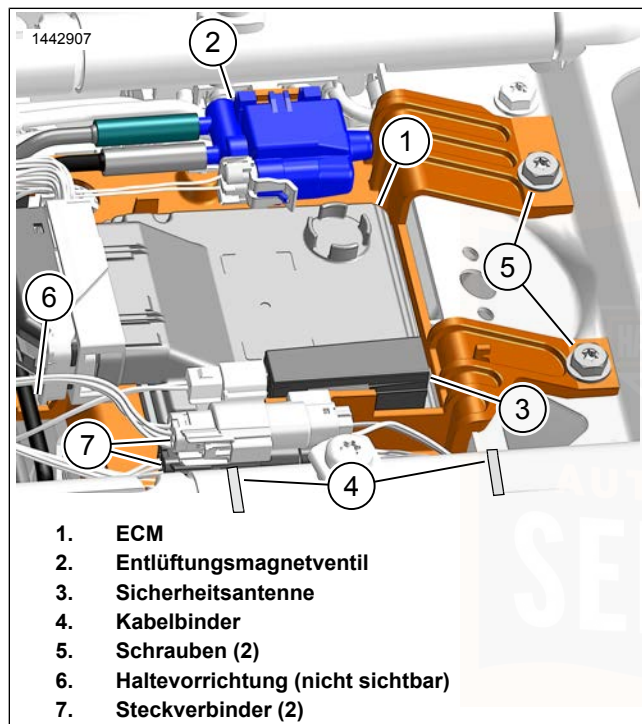
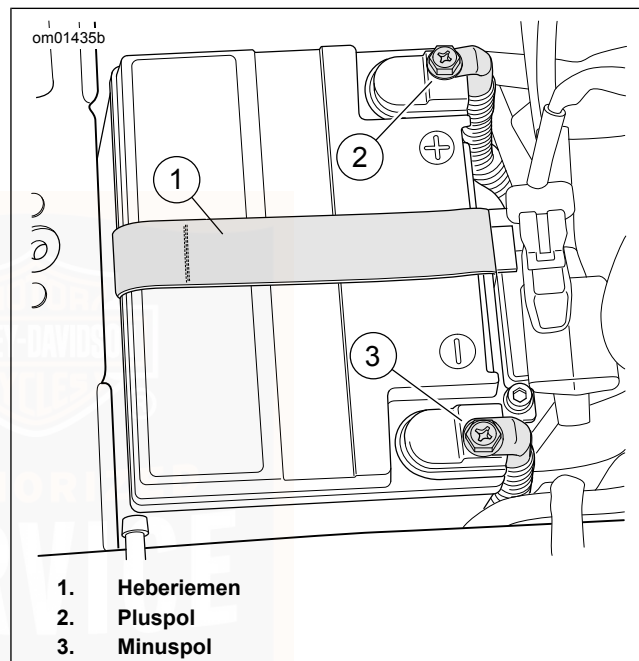

Abbildung 85. Obere Elektrietafel
Abbildung 86. Batteriefach
2. Siehe Abbildung 85. ECM (1) von der oberen Elektriztafel lösen. Beiseiteschieben.
3. Sofern vorhanden, das Entlüftungsmagnetventil (2) nach oben verschieben, um es von der oberen Elektriztafel zu lösen.
4. **Modelle mit Sicherheitssystem:** Die Sicherheitsantenne (3) von der oberen Elektriztafel lösen und aus dem Weg schieben.
5. Steckverbinder (7) von den Fixierungen auf der oberen Elektriztafel lösen.
6. Befestigungsteile (5) entfernen.
7. Kabelbinder durchschneiden (4). Die Kabelbäume verschieben, um mehr Freiraum für die obere Elektriztafel zu erhalten.
10. Siehe Abbildung 86. Beide Batteriekabel, das Batterieminuskabel zuerst, abklemmen.
3. Siehe Abbildung 86. Die Batterie mit der Kontaktseite nach vorne in die Batteriegrundplatte einsetzen.
7. Siehe Abbildung 85. Die obere Elektrihtafel in die Einbaustellung bringen und die Verriegelung in die Niederhaltevorrichtung eingreifen lassen.
8. Die obere Elektrihtafel mit Befestigungsteilen (5) am Rahmenquerträger befestigen. Festziehen.